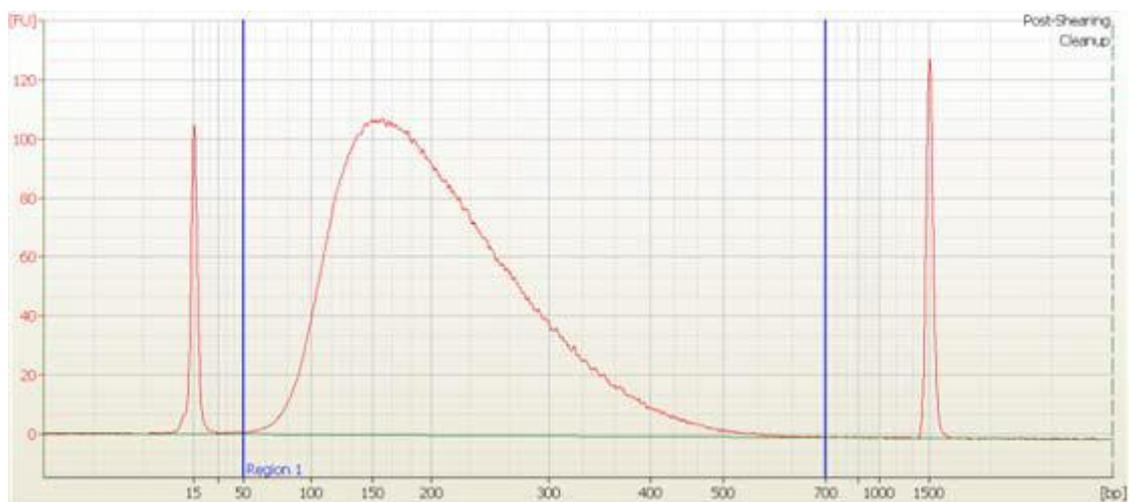

図 4 断片化した gDNA のバイオアナライザ DNA1000 アッセイ による泳動図。
9. 結果をチェックします。図 4 の泳動図のような分布が得られ、150-200 bp 付近の位置にピークトップがあることを確認します。また測定された濃度が 60 ng/ μ L (トータルの DNA 量が 3 ug) から大きくずれていないかどうか確認してください。